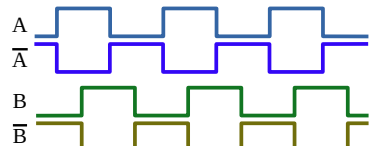

Рисунок 5.3: Сигнали датчика положення
- **[AABB] (AA**bb**)** – датчик із чотирьоканальним виходом (сигнал A і інверсний йому \bar{A} , сигнал B, зсунутий щодо A на $\frac{1}{4}$ періоду, та інверсний йому \bar{B} , див. рис. 5.3);